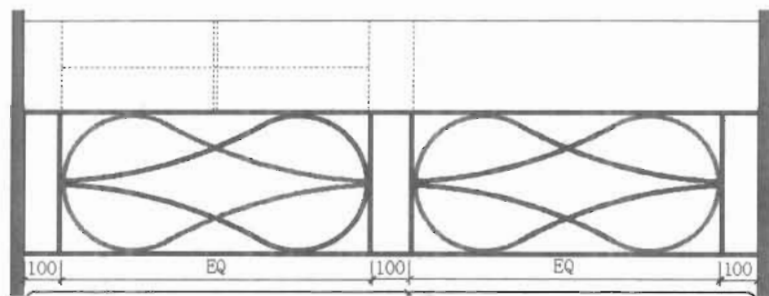

图 5-95
(9) 捕捉栏杆上的端点绘制出如图 5-95 所示的辅助线。